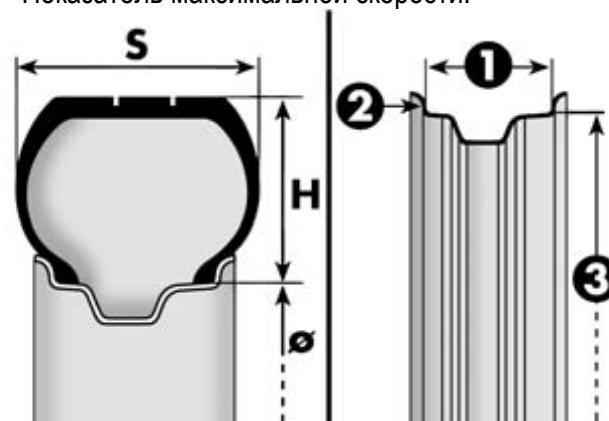

Рис. 5
ПРАВИЛЬНОЕ ЧТЕНИЕ ОБОЗНАЧЕНИЯ ШИНЫ рис.5
<p>Показатель максимальной скорости для зимних шин QM + S = до 160 км/ч TM + S = до 190 км/ч HM + S = до 210 км/ч</p> <p>ПРАВИЛЬНОЕ ЧТЕНИЕ ОБОЗНАЧЕНИЯ ДИСКА рис.5 Пример: 6J x 15 H2 ET 31.5 6 = ширина диска в дюймах (1). J = профиль выступов (боковые выступы, куда упирается профиль шины) (2). 15 = Диаметр в дюймах (соответствует диаметру шины, куда монтируется диск) (3 = Ø) H2 = форма и количество перемычек «hump» (выступ по окружности, удерживающий борт бескамерной шины) ET 31.5 = угол развала колес (расстояние между опорной поверхностью диск/обод и средней линией обода колеса)</p>